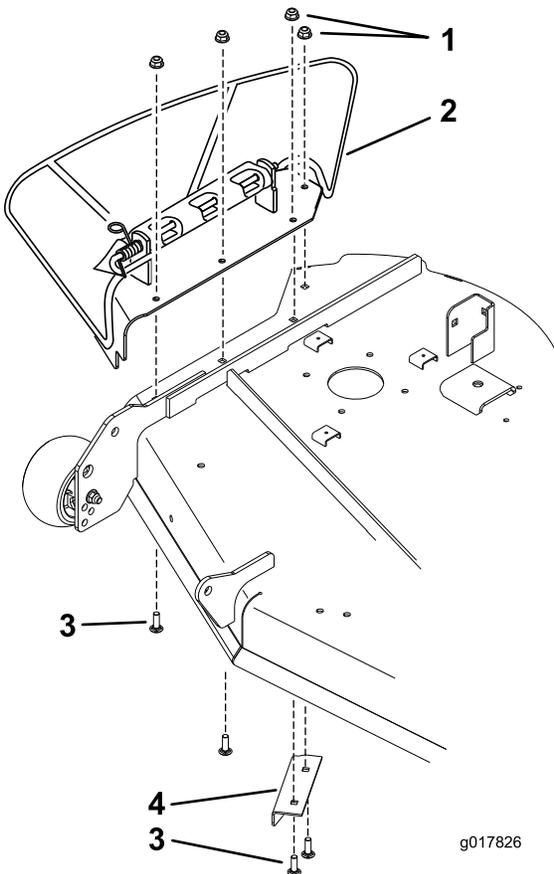

Figure 22
1. Déposez l'ensemble plaque comprenant la goulotte latérale (Figure 22).